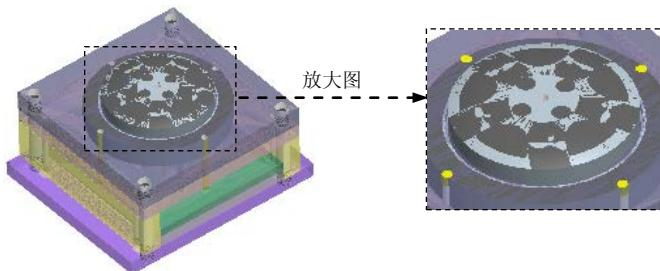

图 30.38 定义复位杆
Step4. 参考 Step3 添加其他的复位杆，结果如图 30.38 所示。